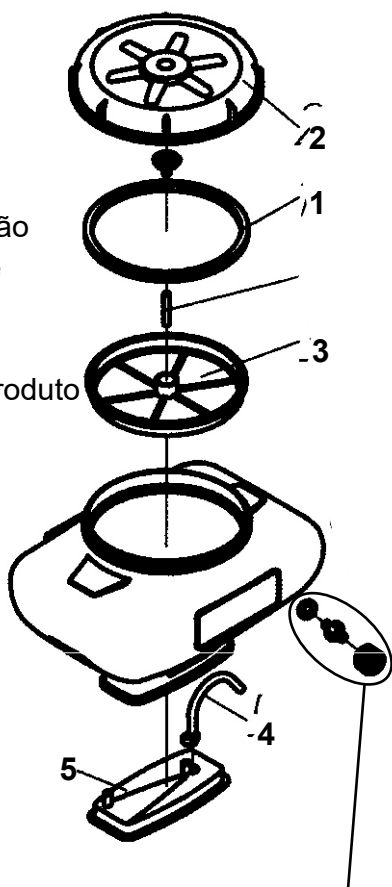

Figura 3:
b. Montagem no tanque químico: Remova a tampa dreno do tanque químico, troque para o cano de conexão que está conectado com o tubo de pressão (não se esqueça de colocar o anel de vedação, como mostrado na Figura 3).